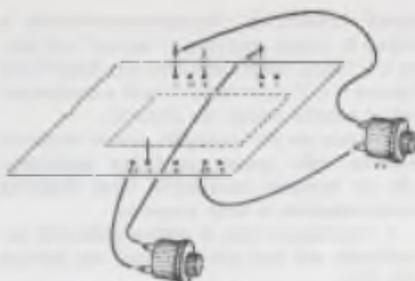

Figura 12
- 10 — cortar mais quatro pedaços de fio flexível de 50 cm ou mais cada um e soldá-los respectivamente aos pontos 2, 5, 9 e 11; estes fios destinam-se aos interruptores de pressão K1 e K2 dos dois jogadores conforme ilustra a figura 12.